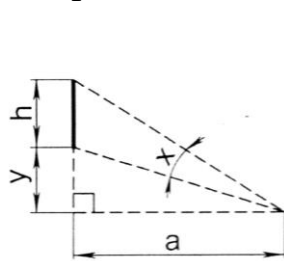

Рис. 5.15
5.22. Глядач перебуває на відстані a (рис.5.15) від площини екрана кінотеатру. Висота екрана h . На якій висоті від рівня очей глядача y має бути розташований нижній край екрана, щоб видимість була найкращою (кут зору x був би найбільший)?